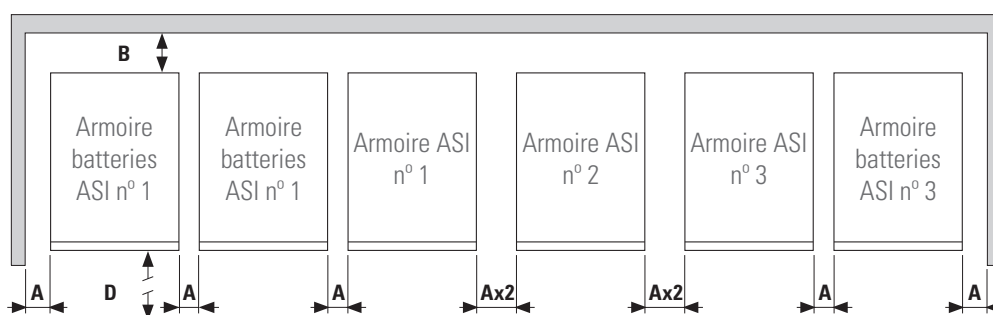

Fig. 15. Cotes périphériques minimales pour l'aération d'un système.
- Dans le Fig. 15 on représente un exemple de trois équipements en parallèle avec leurs armoires de batteries. Pour des systèmes avec deux unités en parallèle et/ou plus armoires de batteries, opérez conséquemment d'après chaque cas.
Le numéro assigné à chaque équipement dans le Fig. 15 n'a aucune finalité sauf celle d'être numéral dans l'illustration.